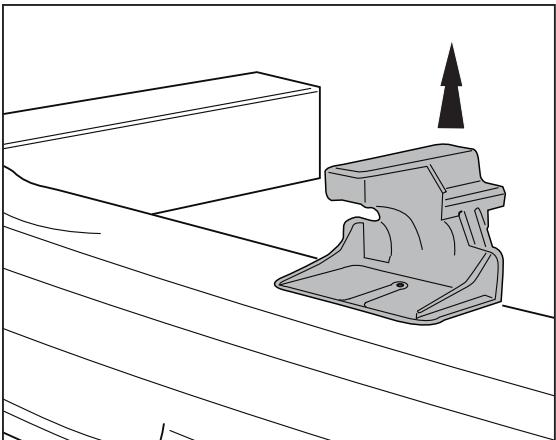

Fig. 1
- 2a. Демонтируйте антенну. См. рисунок 1.